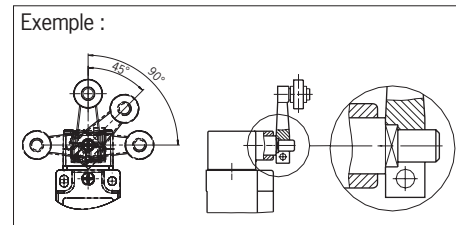

Fig. 2 : Déplacement vertical de l'actionneur
▶ L'actionneur (levier à galet) doit être fixé de façon permanente à l'axe interne. L'empreinte multiple de l'actionneur et celle de l'axe interne doivent s'emboîter l'une dans l'autre (voir Fig. 2).